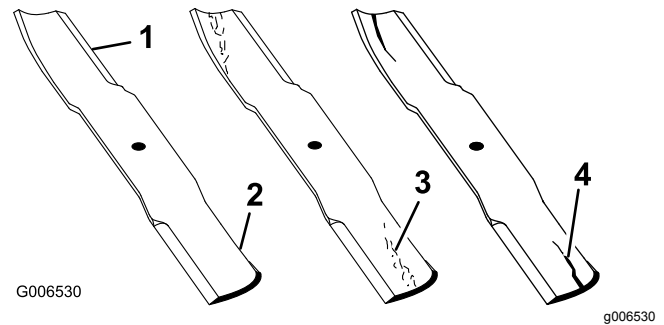

Figure 77
1. Examinez le tranchant des lames (Figure 77).
4. Remplacez immédiatement toute lame fendue, usée ou qui présente une entaille (Figure 77).